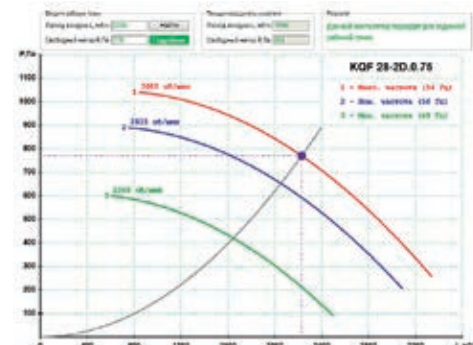

Рис. 7
- интерактивный график подбора для каждой модели вентилятора на сайте компании (рис. 7);